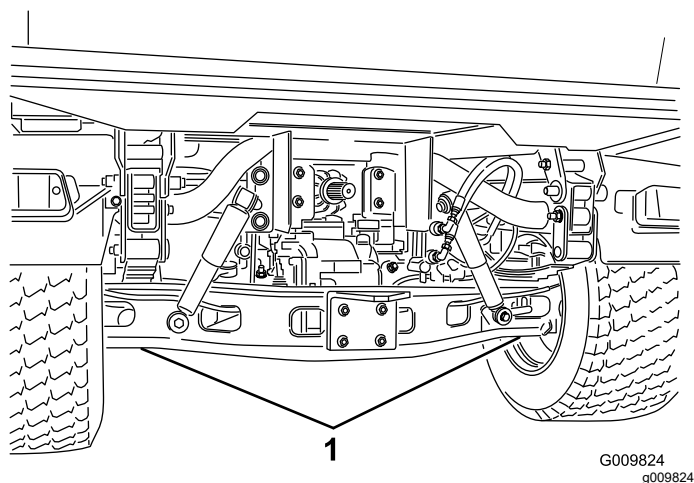

図 37
- 車両前部のジャッキポイントは前中央のフレームサポート図 36、後部のジャッキポイントはアクスル下図 37にある。